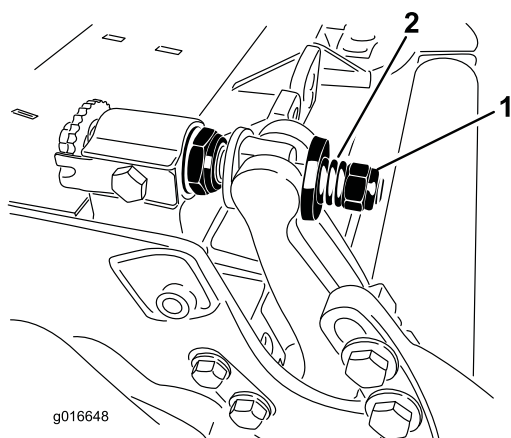

Figura 32
3. Apriete la tuerca de tensado del muelle hasta que el muelle esté comprimido del todo, luego aflójela 1/2 vuelta (Figura 32).